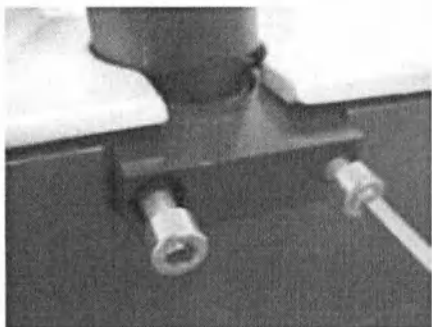

Рисунок 62. Вывинтите болты
- Вывинтите два болта с шестигранной головкой (используйте ключ-шестигранник 5 мм) для отсоединения зажима (Рисунок 62).